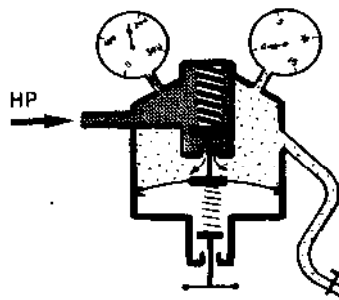

Fig. 2b
- L'ouverture du robinet au chalumeau provoque une baisse de pression dans la chambre B P. La membrane reprend sa position de la Fig. 2b et le cycle recommence.